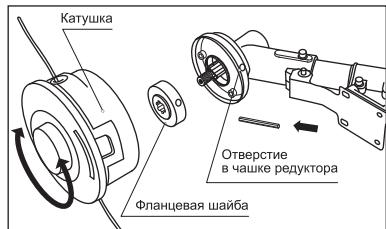

рис. 10
- Удерживая стержень в отверстиях чашки редуктора и фланцевой шайбы, закрутите катушку с леской против часовой стрелки до упора (рис. 10).